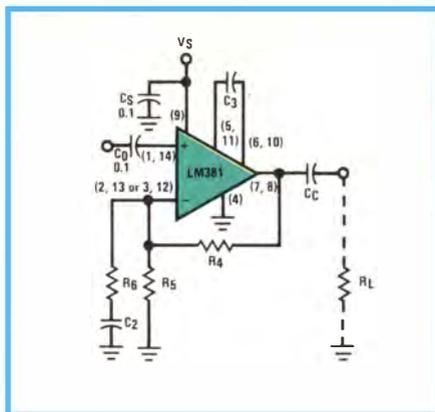

Fig. 3 - Tipica configurazione non-invertente impiegante l'LM 381 (le figg. 2 e 3 sono estratte dall'"Audio Handbook" della National).
C.A. pur conservando l'esatto rapporto fra le due resistenze, richiesto per una corretta polarizzazione del transistor di ingresso, è possibile sistemare in parallelo alla R5 un gruppo R C serie: in tal caso, il condensatore disaccoppia la nuova resistenza per quanto riguarda le componenti continue, mentre la resistenza aggiunta assume importanza nel determinare il guadagno in C.A. (vedi fig. 3).
$$F_o = \frac{1}{2 \pi G_2 R_6}, \text{ (fig. 3)}$$